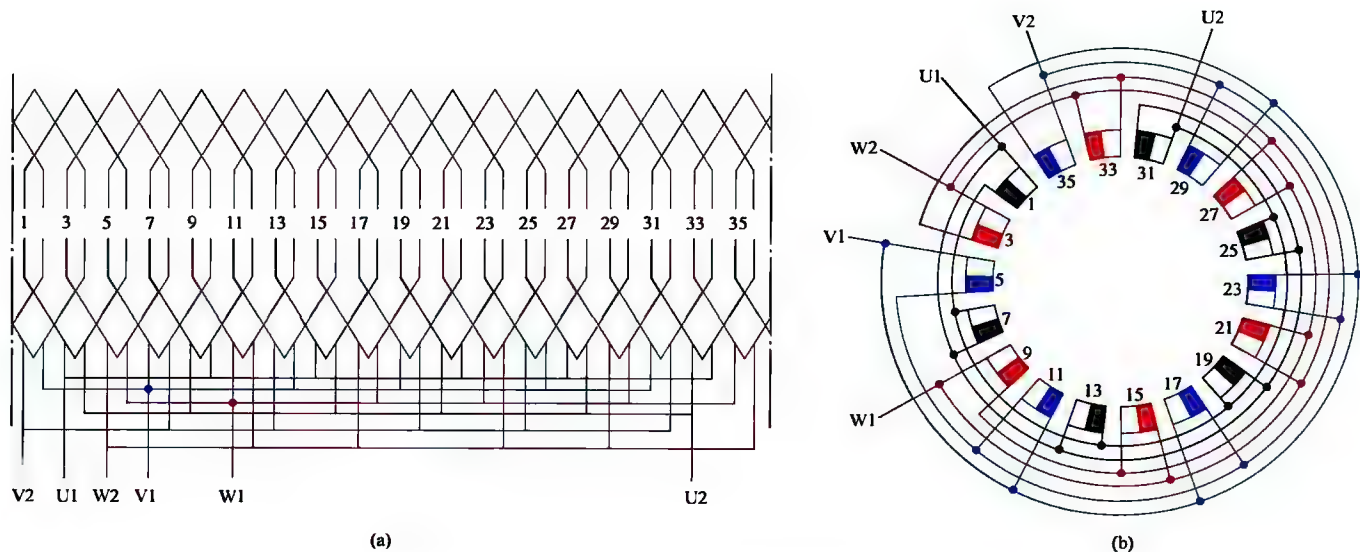

图 1-55 三相 6 极 36 槽单层链式绕组 6 路接法
55. 三相 6 极 36 槽单层链式绕组 6 路接法展开图与接线圆图 (见图 1-55)